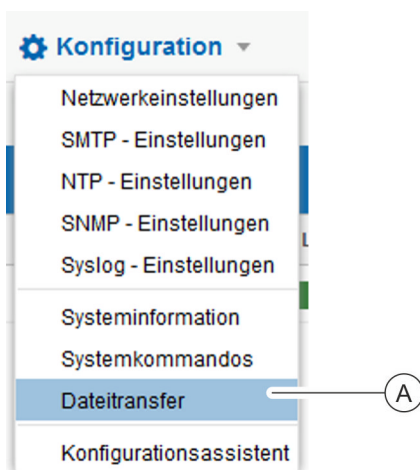

Abb. 177: Systemkommandos aufrufen
2. ➔ Über „Konfiguration → Dateitransfer“ das Fenster "Dateitransfer" aufrufen (Abb. 177/Ⓐ).